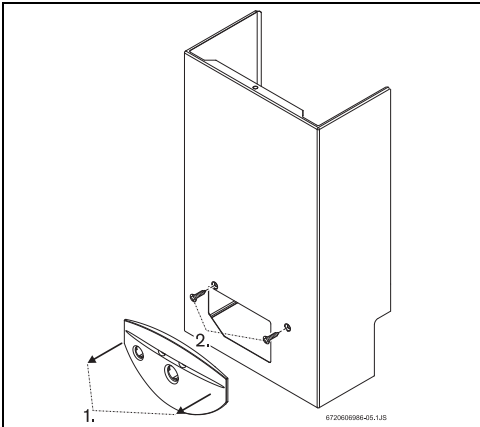

Fig. 10 Retirada de la parte frontal
- Retire el panel de mandos del aparato. Para ello, basta con empujarlo ligeramente hacia sí mismo (Fig. 10, [1]).
- Afloje los dos tornillos (Fig. 10, [2]).
- Retire la parte frontal del aparato (→ véase Fig. 10).
- Presione simultáneamente las pestañas (A) y tire de la caja de mando.